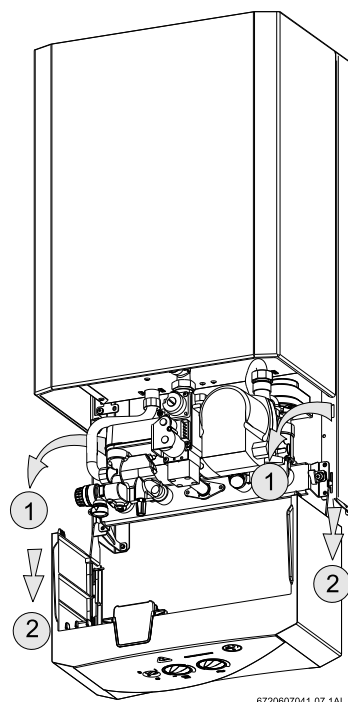

Fig. 9 Posição de serviço para acessibilidade à hidráulica e à electrónica
- ▶ Para retirar completamente o painel de comandos, estando ele posicionado como indicado na Fig. 9, levante e puxe-o na sua direcção.